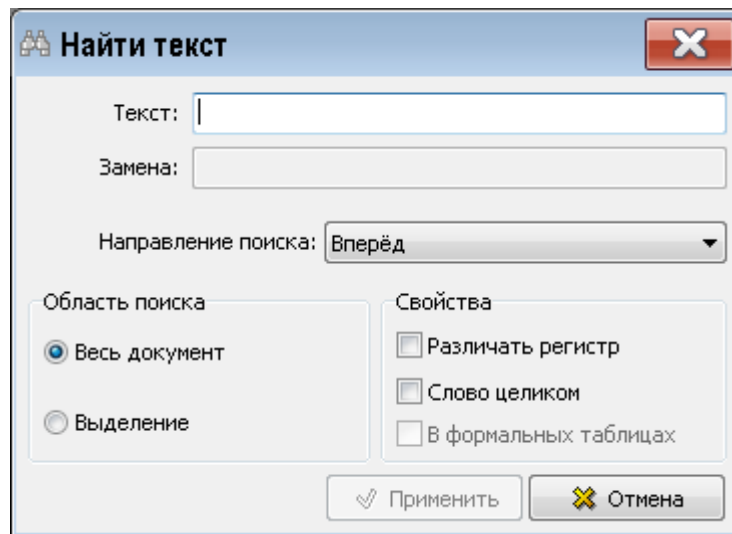

Рисунок 287
1) Нажмите на кнопку **Найти**. После этого появится окно **Найти текст** (рисунок 287).